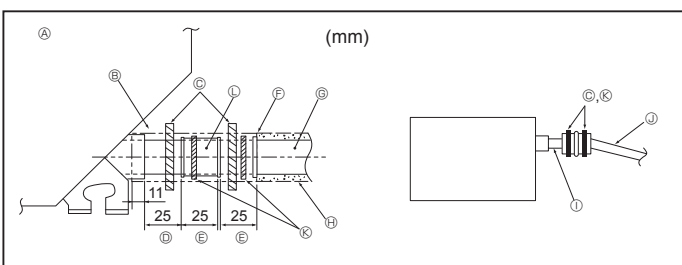

Fig. 3-2
- ① O.D. ø38 PVC Rohr für Sammelrohrleitung. (9 mm Isolierung oder mehr)
1. Die Abblaufmuffe (mit der Anlage geliefert) an den Drainageauslaß anschließen. (Fig. 3-2) (Das Rohr mit PVC-Kleber ankleben und dann mit einem Band sichern.)